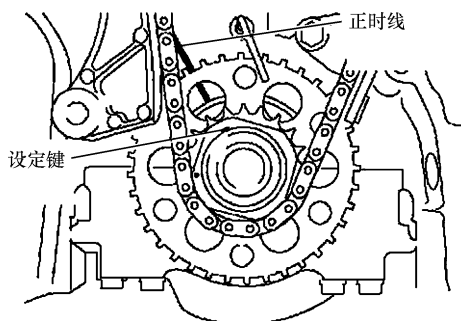

图 22-20 曲轴设定键与气缸体上的正时线对齐
- ① 用曲轴带轮固定螺栓，沿顺时针方向转动曲轴，如图 22-20 所示，使曲轴设定键与气缸体上的正时线对齐，从而使 1 缸设置到压缩行程上止点位置。